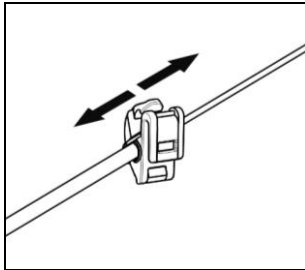

Fig. 25
- Réglez le microphone (Fig. 25).